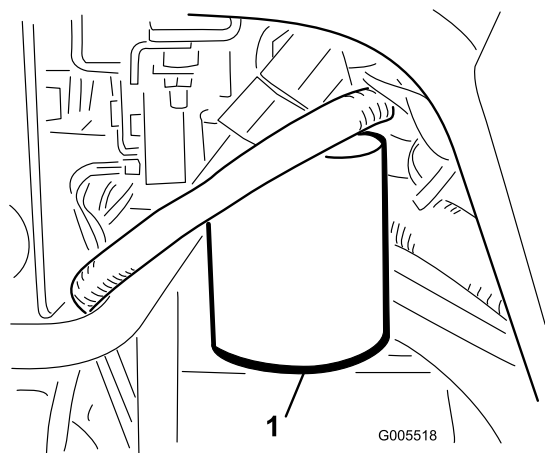

Figura 60
1. Limpe a zona em torno da montagem do filtro (Figura 60). Coloque um recipiente de escoamento debaixo do filtro e retire o filtro.